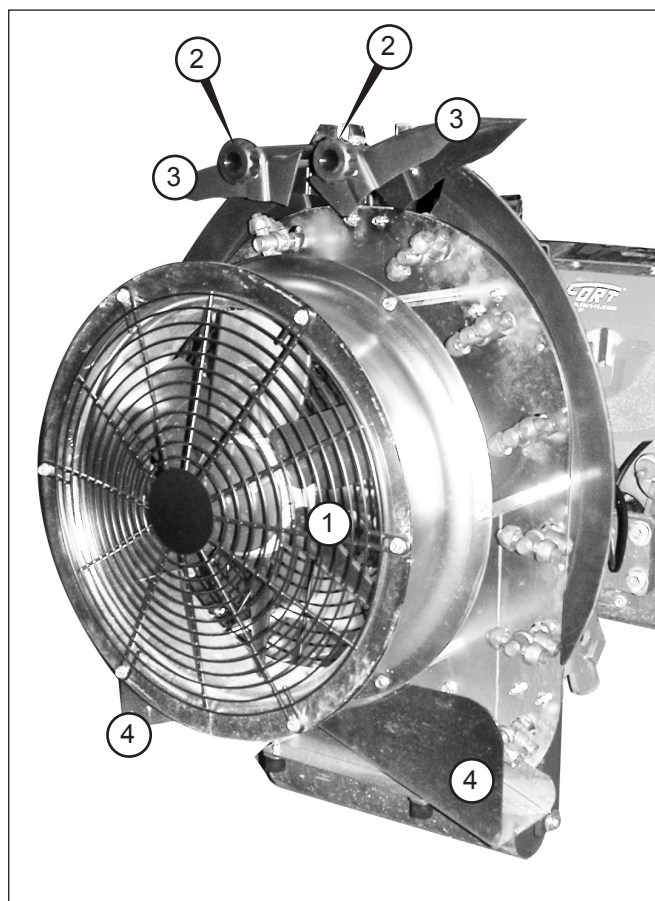

Fig. 11 - Ventilateur
4.1.5 UNITÉ DE VENTILATION (Fig. 11)
L'atomiseur en service dispose d'un ventilateur tournant à grande vitesse, protégé par une grille (1 Fig. 11).
Dans la partie supérieure du ventilateur se trouvent deux déflecteurs (l'un à droite et l'autre à gauche - 3 Fig. 11) qui sont réglables à l'aide des deux pommes de réglage (2 Fig. 11) et qui permettent de définir la direction du débit d'air et donc de diriger avec plus de précision le produit pulvérisé.
Dans la partie inférieure de la bouche de refoulement du ventilateur se trouvent deux convoyeurs fixes d'orientation du débit (4 Fig. 11).